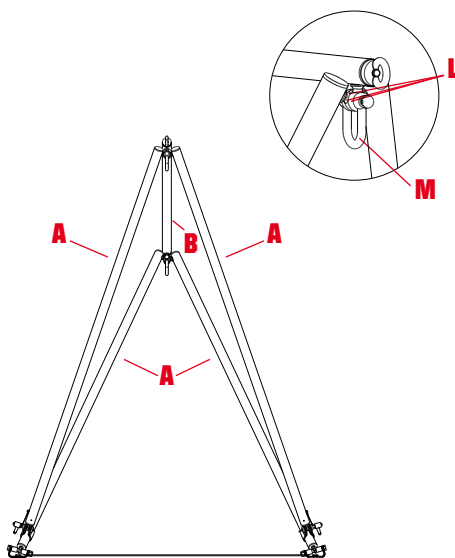

fig. 3
- b) Collegare la barra superiore (B) alle barre laterali (A) inserendo negli occhioli di collegamento (L) i grilli (M) - (fig. 3).